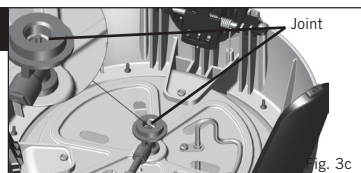

Fig. 3c
- Si une ou plusieurs bulles se forment, cela signifie qu'il y a une fuite de gaz. Retirer immédiatement la cartouche de gaz de l'appareil. Vérifiez que toutes les connexions sont bien en place. Vérifiez que le joint est en place et en bon état avant de connecter une cartouche de gaz (Fig. 3c). Vérifier de nouveau avec de l'eau savonneuse après le remontage de la cartouche.
- Pour retirer la cartouche de gaz, dévisser celle-ci de la valve de gaz du BBQ (Fig. 3c).